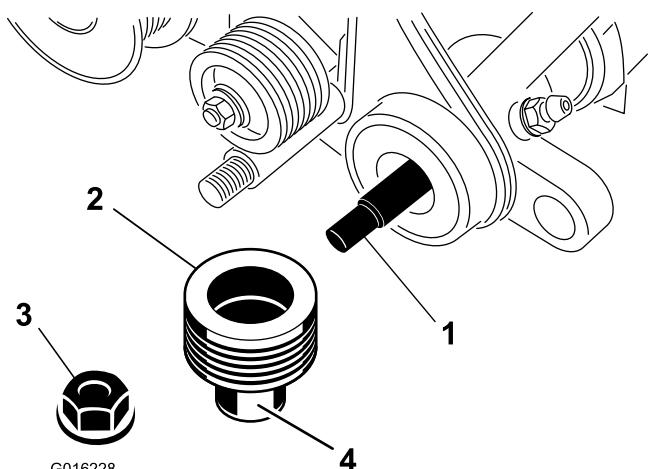

Рисунок 6
13. Нанесите консистентную смазку на наружное уплотнение ведущего шкива (Рисунок 6).
14. Наденьте шкив на вал механической щетки (Рисунок 6).
15. Прикрепите шкив к валу с помощью фланцевой контргайки (Рисунок 6) и затяните ее с моментом от 23 до 28 Н•м.
16. Нанесите консистентную смазку на уплотнение в левой опорной плите и на конец вала механической щетки (Рисунок 6).